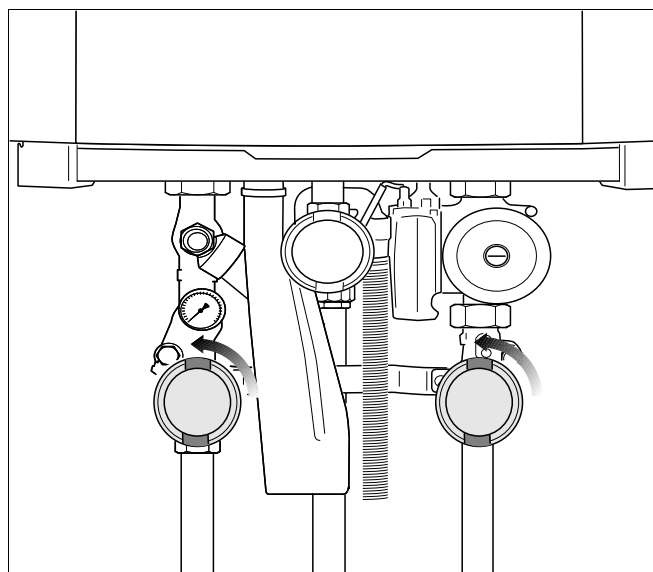

Fig. 66 Deschideți robinetele de întreținere (aici: poziția deschisă)
- Deschideți robinetele de întreținere de la turul și returul de încălzire (fig. 66) (Pозиția deschisă: paralelă cu țeava).